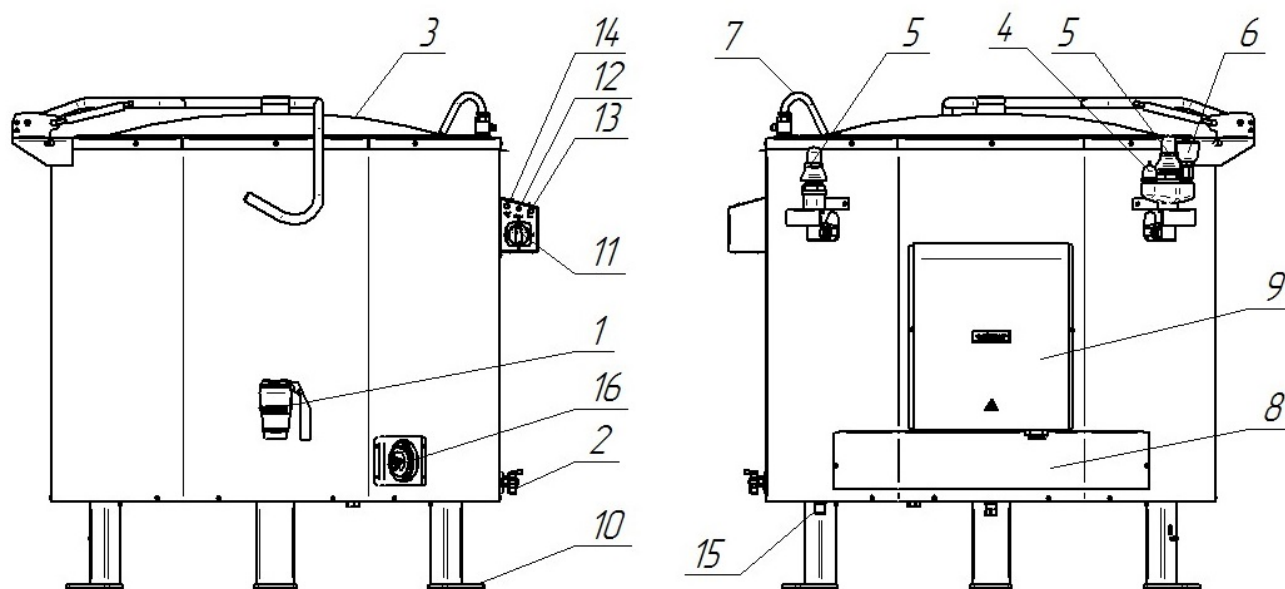

Рис. 1
Устройство котла приведено на рис. 1.
Уровень воды, заливаемый в парогенератор через заливную воронку (рис. 1 поз. 6), контролируется краном уровня (рис. 1 поз. 2).
Защиту ТЭНов от «сухого хода» обеспечивает блок управления (рис. 1 поз. 9) при помощи двух датчиков контроля уровня воды в парогенераторе. Блок управления, по сигналу полученному от датчиков контроля уровня воды, формирует команду на включение и выключение цепей управления и индикации. Под термином «сухой ход» принято понимать положение, при котором ТЭНы вследствие понижения уровня воды в «рубашке» оказываются полностью или частично не погружены в воду.
Защита ТЭНов от «сухого хода» осуществляется следующим образом: при понижении уровня воды ниже датчиков контроля уровня воды в парогенераторе блок управления формирует сигнал на отключение цепи питания пускателей КМ1...КМ3 и формирует сигнал на зажигание сигнальной лампы «Сухой ход» (рис. 1 поз. 14).
Вода в варочный сосуд подается через кран залива (рис. 1 поз. 7).
Слив содержимого из варочного сосуда производится через сливной кран (рис. 1 поз. 1). Отверстие к сливному крану, расположенное внутри сосуда, закрывается съемным фильтром.
Варочный сосуд сверху закрыт крышкой (рис. 1 поз. 3) Крышка варочного сосуда фиксируется в открытом положении при помощи газовых пружин.
Котел устанавливается на ножки (рис. 1 поз. 10).
Заливная воронка с краном служит для залива воды в паровую «рубашку» (рис. 1 поз. 6). Для предотвращения чрезмерного повышения давления в пароводяной «рубашке» установлены два предохранительных клапана (рис. 1 поз 5), которые срабатывают при превышении давления в «рубашке» (50 ± 65) кПа $(0,50 \pm 0,65$ кгс/см²). Для предотвращения создания чрезмерного разрежения установлен вакуумный клапан (рис. 1 поз. 4), который срабатывает при создании разрежения в пароводяной «рубашке» более 0,01 кгс/см².
Для регулирования давления внутри «рубашки» предусмотрен электроконтактный манометр. Электроконтактный манометр расположен на панели управления (рис. 1 поз. 16) и настроен на верхнее рабочее давление 0,60 кгс/см² и нижнее рабочее давление 0,45 кгс/см². При достижении верхнего рабочего давления внутри «рубашки» электроконтактный манометр выдает сигнал на блок управления. В свою очередь блок управления формирует команду на отключение всех ТЭНов. ТЭНы находятся в отключенном состоянии, пока давление внутри «рубашки» не достигнет нижнего рабочего давления.
- сигнальная лампа «Сеть» (рис. 1 поз. 13, белый светофильтр);
- сигнальная лампа «Работа» (рис. 1 поз. 12, оранжевый светофильтр);
- сигнальная лампа «Сухой ход» (рис. 1 поз. 14, красный светофильтр);
- переключатель мощности (рис. 1 поз. 11).
Регулирование величины мощности нагрева котла производится установкой ручки переключателя (рис. 1 поз 11) в положение «1», «2», «3», что соответствует слабому, среднему и сильному нагреву. Отключение нагрева производится установкой ручки переключателя в положение «0».